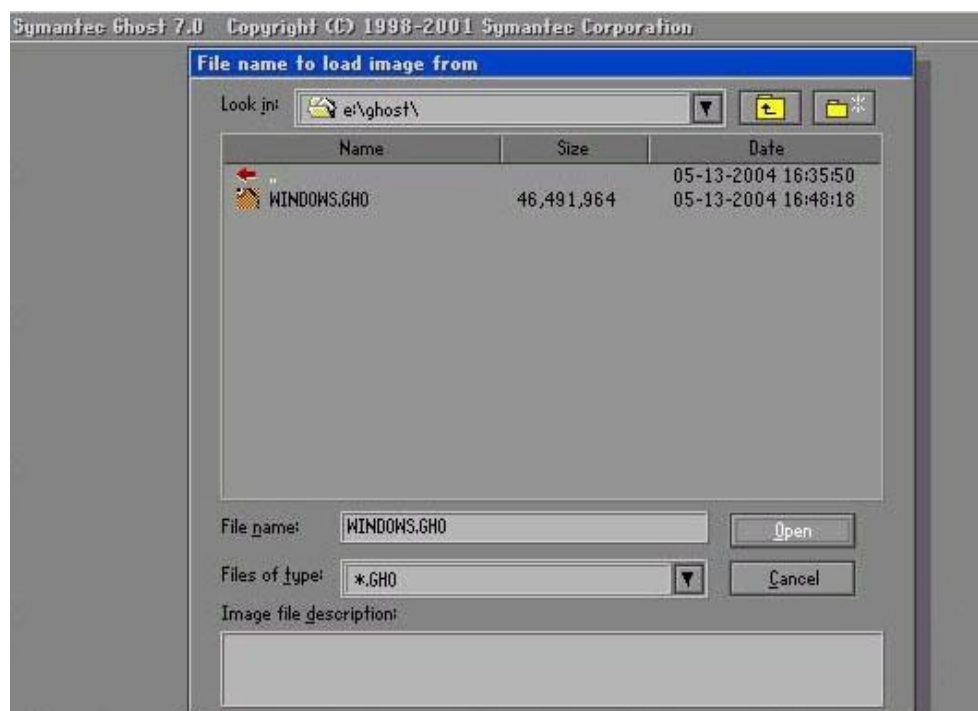

图 2-7 选择“*.gho”文件界面
- 7) 依次选择“Local”->“Disk”->“Form Image”按回车，再选择“*.gho”文件（如图 2-7 所示）。